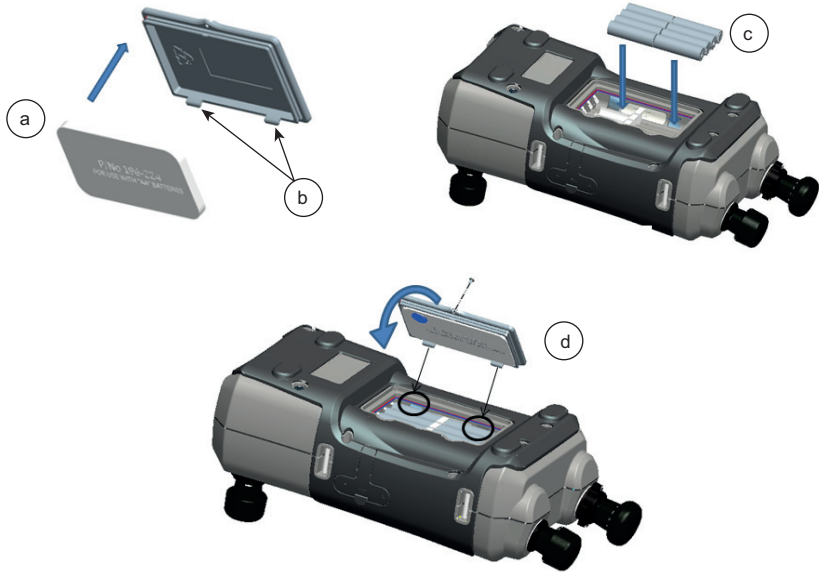

Figura 1-2: Colocar las baterías de celdas secas
7. Sustituya la tapa de la batería presionando las pestañas (b) hacia el interior de las ranuras (d) y baje la tapa apretando el tornillo de fijación. (Consulte la Figura 1-2).